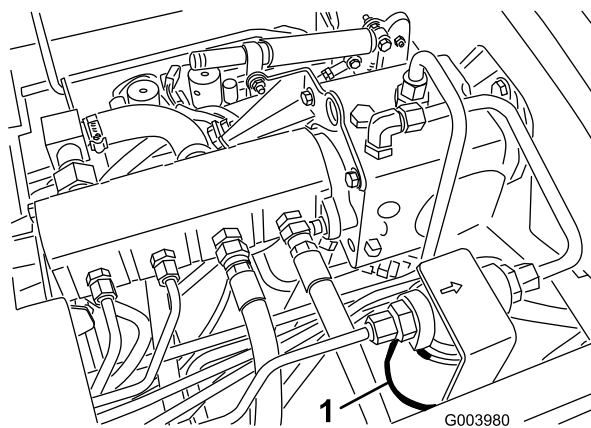
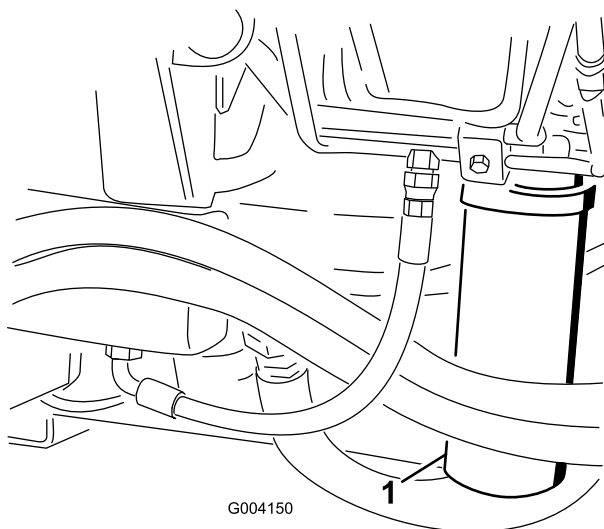

Figura 78
Figura 79
2. Lime a área à volta da área de montagem do filtro e coloque um recipiente de drenagem por baixo do filtro (Figura 78) e (Figura 79).